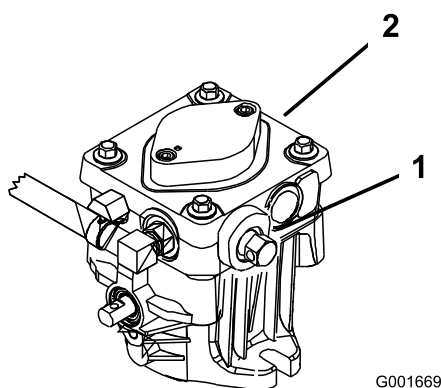

Figura 27
2. Girate le valvole di bypass di un giro in senso antiorario per spingere; il fluido idraulico bypassa quindi la pompa, consentendo alle ruote di girare (Figura 27).
Girate le valvole di bypass di un giro in senso orario per azionare la macchina (Figura 27).